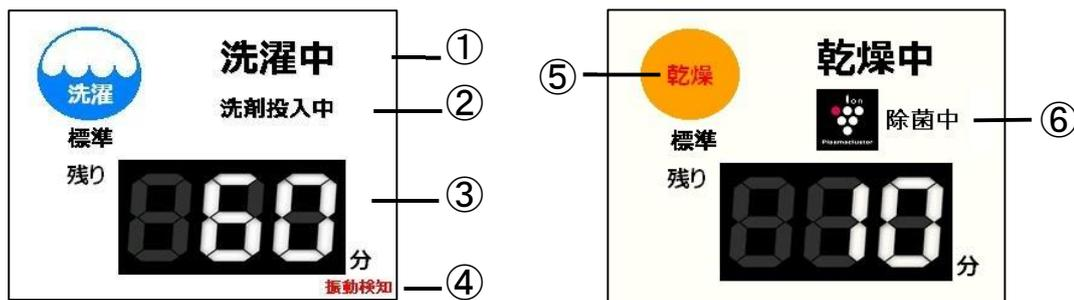

図 7-2
7. 1. 2 運転中の画面(図 7-2)
- ① 現在の工程が表示されます。
- ② 洗剤・助剤の投入状態が表示されます。
- ③ 残りの運転時間が表示されます。
- ④ 振動検知スイッチが作動していると表示されます。(7. 1. 7参照)
- ⑤ 乾燥工程時、燃焼中は乾燥が赤文字になります。
- ⑥ 乾燥運転時にプラズマクラスターイオンが供給され、槽内にイオンを放出して衣類を除菌※します。
振動検知スイッチが作動している時に、図 7-2 のように画面の中に赤字で“振動検知”と表示されます。
運転中の画面(図 7-2)を長押ししてメイン画面に移動します。その後、試運転画面に移動します。試運転画面で「**停止**」を2回押すことで、機械を完全停止できます。(図 7-22)